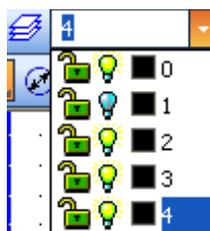

Рисунок 4.19 – Отключение слоя
18. Отключите первый слой (потушите лампочку (рисунок 4.19)). Сделайте активным четвертый слой (*размеры*).